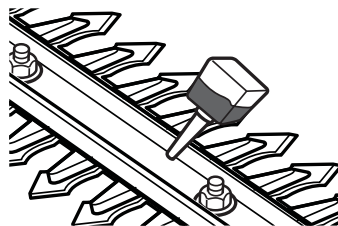

Fig. 24
- > Gardez l'organe de coupe (1) propre et libre de débris. Enlevez les déchets.
- > Appliquez une petite quantité de lubrifiant convenable sur l'organe de coupe (1) pour garder une bonne performance de coupe (Fig. 24).